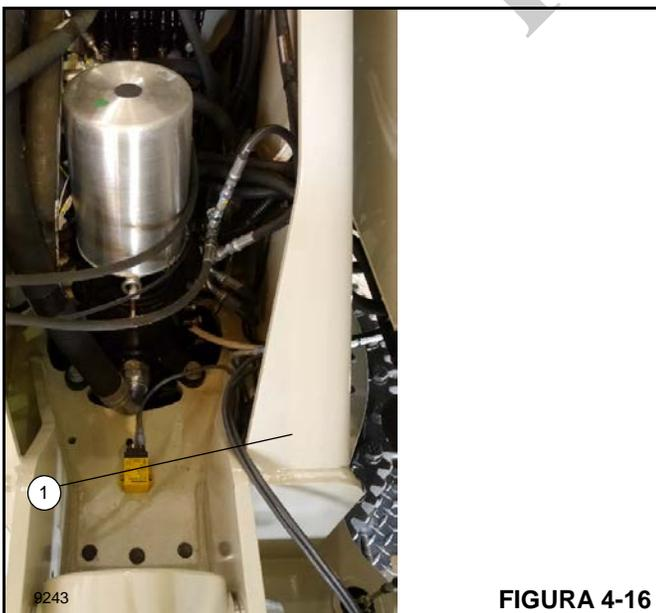

FIGURA 4-16
3. Un inclinómetro de tres ejes se ubica en la torreta de la grúa (consulte la Figura 4-16).
4. El sensor de posición de giro está ubicado al interior del anillo colector eléctrico (consulte la Figura 4-16).